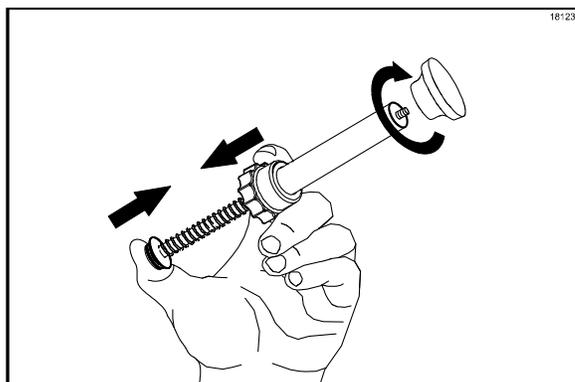

Figura 92
7. Sostenga la tuerca y presione el extremo del émbolo para comprimir el resorte hasta que el extremo roscado del tallo salga por la abertura del tubo del émbolo. Instale la perilla en el extremo roscado del conjunto del émbolo y gire la perilla en sentido de las manecillas para apretarla. (Vea la figura 92).